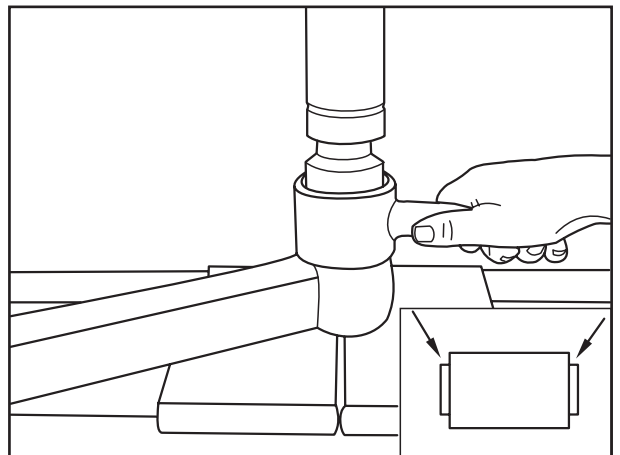

Рис. 12
- [22] Запрессовывать втулку подходящей нажимной гильзой (рис. 12) так, чтобы выступ втулки был с обеих сторон одинаковым (рис. 12/стрелки).
- С обеих сторон выступ втулки должен быть одинаковым (рис. 12/стрелки).